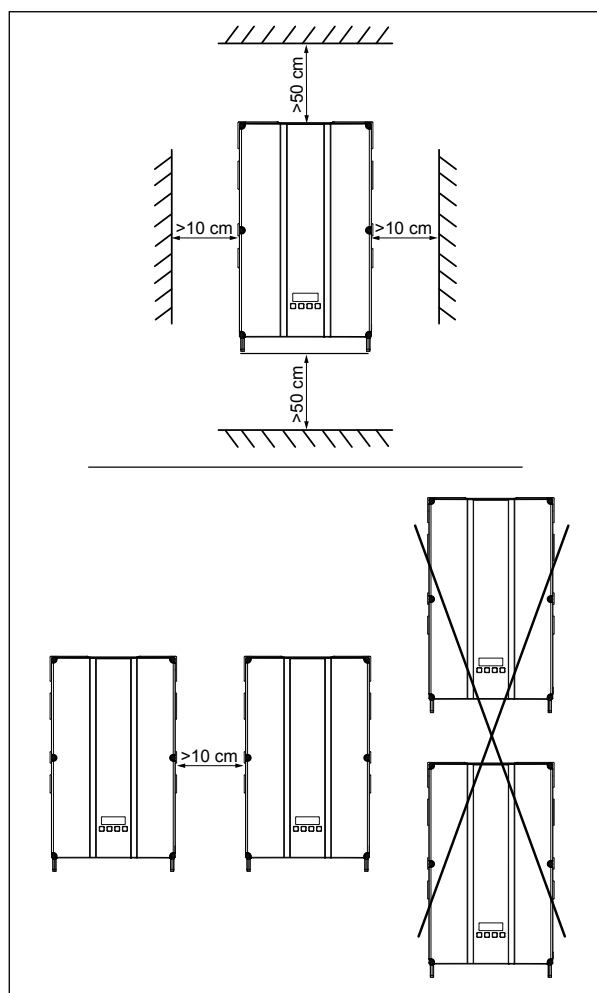

Fig. 7.2: Misure di montaggio per la convezione
- Effettuare il montaggio rispettando le distanze minime dalle pareti e dagli altri inverter solari (vedi Fig. 7.2, p. 25.).